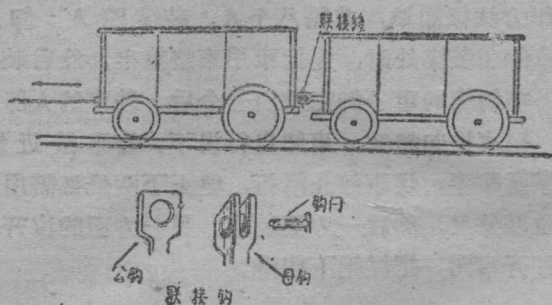

图 9 两車联接方式
1. 該車虽然提高工作效率2.75倍，但由于制作時間仓促，还不合乎理想，尤其卸車的时候用鉄鏟耙煤費時間較长，工作效率不高。經研究，拟每条軌道挂两个車廂，車廂加大加高，木軌加寬，使煤車載重至2000斤如图9，車